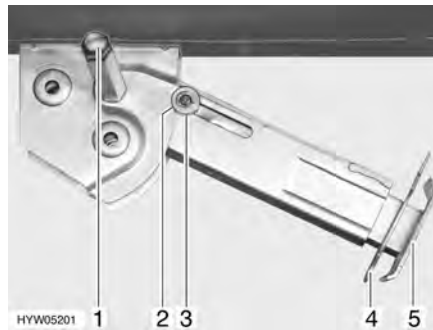

Fig. 32 Vérin stabilisateur
- Placer la clé à pipe sur l'écrou à six pans (Fig. 32,1) et tourner jusqu'à ce que le vérin stabilisateur soit en position verticale vers le bas.
- Retirer la goupille (Fig. 32,4) de la rallonge du pied d'appui (Fig. 32,5).
- Placer la clé à pipe sur l'écrou à six pans (Fig. 32,1) et tourner jusqu'à ce que le vérin stabilisateur se dégage du sol.
- Rentrer complètement la rallonge du pied d'appui (Fig. 32,5) et insérer la goupille (Fig. 32,4) dans le trou prévu à cet effet.
- Tourner la clé à pipe sur l'écrou à six pans (Fig. 32,1) jusqu'à ce que le vérin stabilisateur ait pivoté vers le haut et le disque de guidage (Fig. 32,3) soit complètement rentré dans l'encoche (Fig. 32,2).